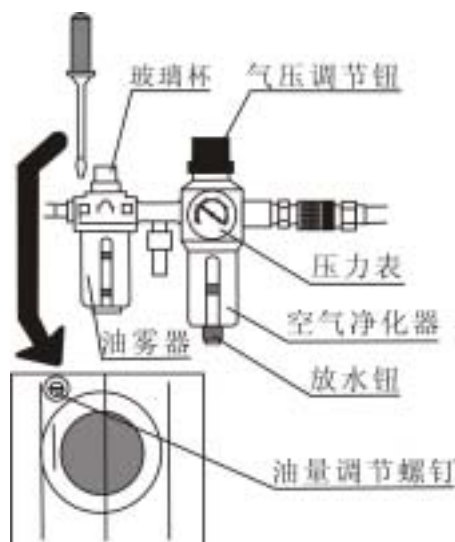

图 32
- 如图 32 所示，图中有一气压调节钮。将其拔起，反时针旋转是减压；顺时针旋转是增压。将压力调到工作压力后，按下调节钮以锁紧。